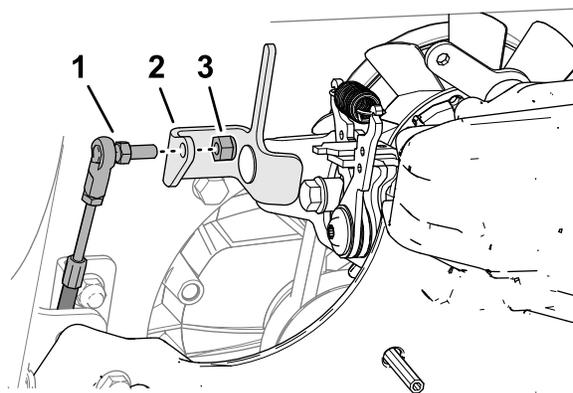

Рисунок 50
1. Отверните контргайку (¼ дюйма), которая крепит фитинг троса управления тягой к кронштейну управления трансмиссией, и отделите трос от кронштейна (Рисунок 50).